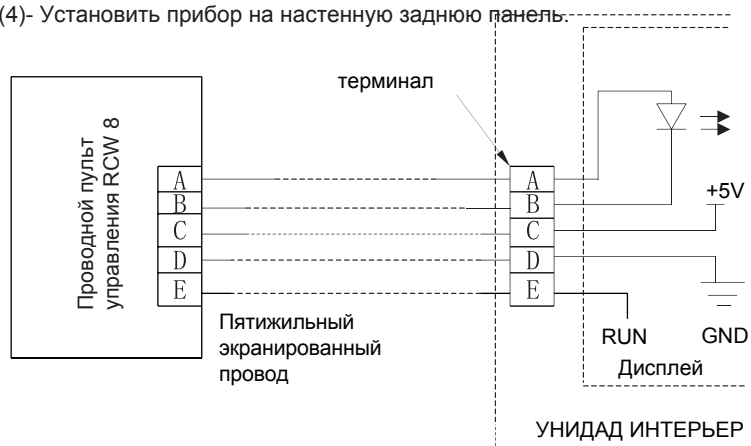

Рис.5
- (1)- Вытянуть 2-жильный сигнальный провод из монтажного отверстия и провести этот провод через круглое отверстие, расположенное в нижней части регулятора температуры.
- (2)- При помощи винтов M4×25 закрепить заднюю панель проводного регулятора на стене.
- (3)- Зафиксировать сигнальную линию на контактных выводах A, B, C, D и E. Убедитесь, что провода зафиксированы плотно без возможности короткого замыкания. (Рис.5)
- (4)- Установить прибор на настенную заднюю панель.